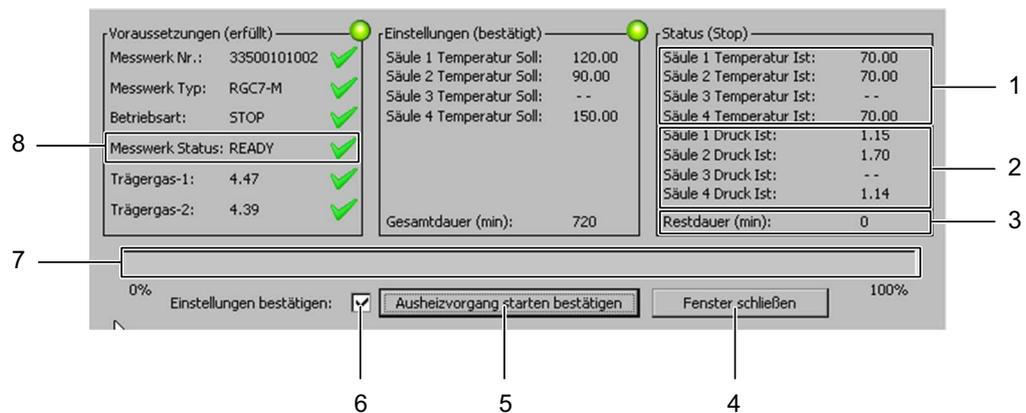

Abb. 38: Menü Ausheizen – Aufheizvorgang starten bestätigen
- ➔ Es öffnet sich ein neues Menü im Touchscreen (vgl. Abb. 38)